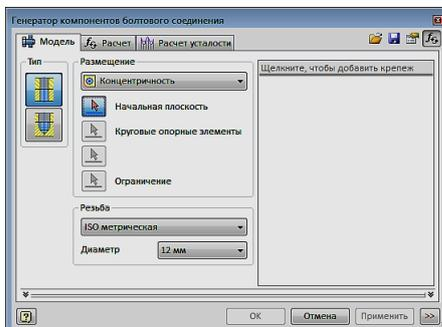

Рис. 76. Диалоговое окно «Генератор компонентов болтового соединения»
1. Выберите на ленте вкладку «Проектирование» ► панель «Крепление» ► «Болтовое соединение» . Откроется диалоговое окно «Генератор компонентов болтового соединения» (рис. 76).